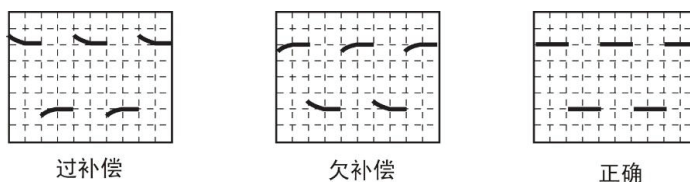

图 5.4 探头补偿信号
（3）接入探头补偿端信号后，点击【Auto Setup】一键捕获波形，此时屏幕上可能会出现图 5.4 所示三种波形其中一种，探头补偿端方波幅值约为 3.0V，频率为 1KHz。
为何会出现如图 5.4 所示的过补偿和欠补偿现象。原因是没有对探头进行低频补偿调节，使用任一无源探头与示波器首次相连均须进行低频补偿，以便与示波器通道的输入特性匹配，否则可能导致显著的测量误差。以标配的 500M 无源探头 ZP1050 为例说明低频补偿步骤。
- (2) 波形在屏幕上显示 2~3 个信号周期且信号所占垂直刻度为 2 至 6 格。可以在示波器的屏幕上看到如图 5.4 所示三种波形其中的一种，若出现过补偿和欠补偿现象则需要对探头进行低频补偿调节。